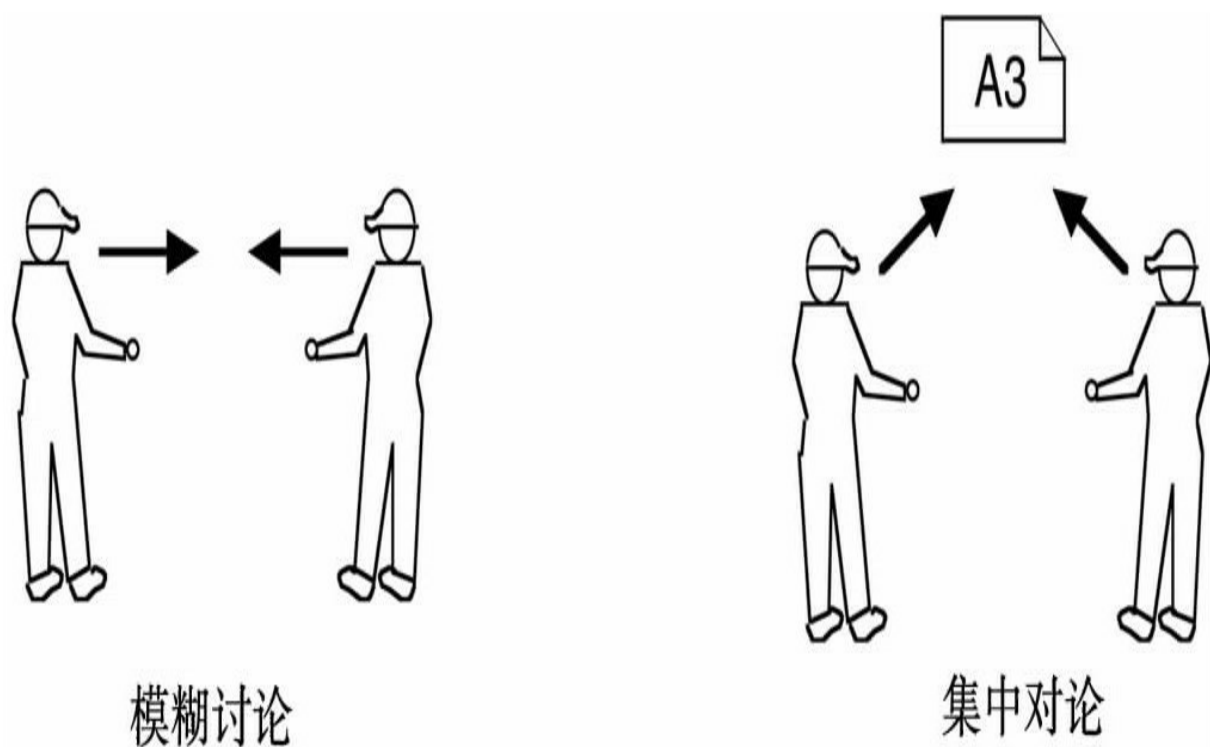

图 8-9 A3文件的作用
- 保证指导过程的集中性和高效性，如图8-9所示。通过为导师和学员确定焦点问题，A3文件可以帮助打造中立的、无可非议的情境。如果出现了重大问题、状况或教训，应该在A3文件中进行记录。